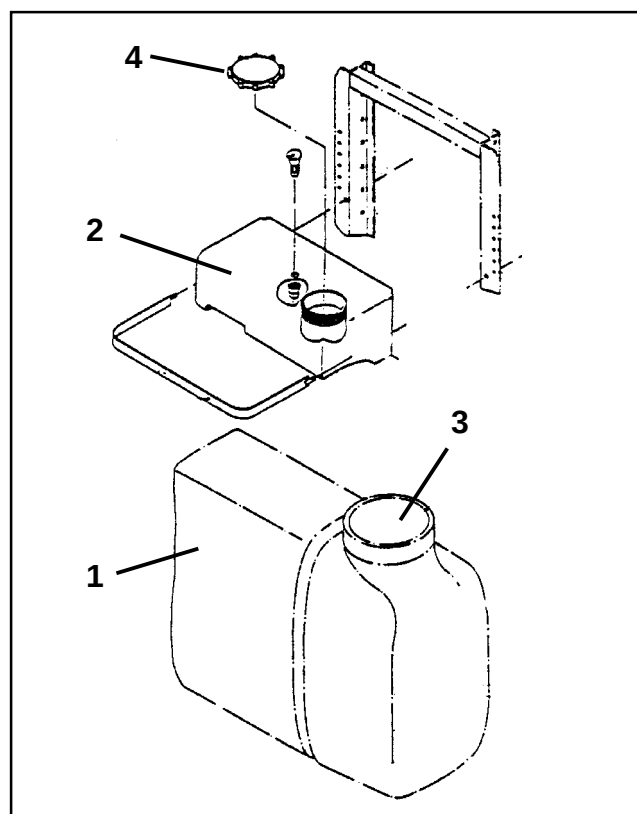
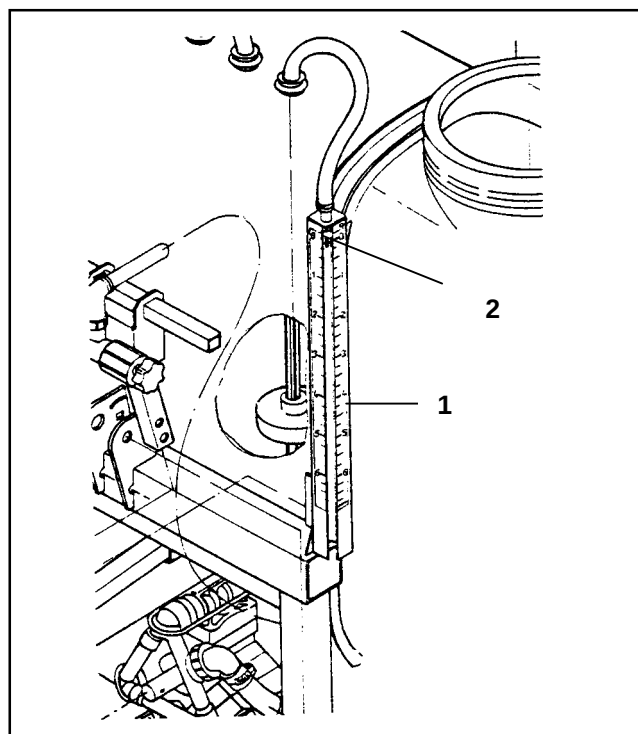

Fig. 7.1
Fig. 7.3
- Påfyldning af sprøjtevæske- (fig. 7.1/1) og skyllevandsbeholderen (fig. 7.1/2) sker altid igennem påfyldningsåbningen (fig. 7.1/4) hhv. (fig. 7.3/4) ved hjælp af vandslange med "frit udløb".
- Beholderindholdet aflæses på viseren (fig. 7.3.1) på niveaumålerens skala (fig. 7.3/2).